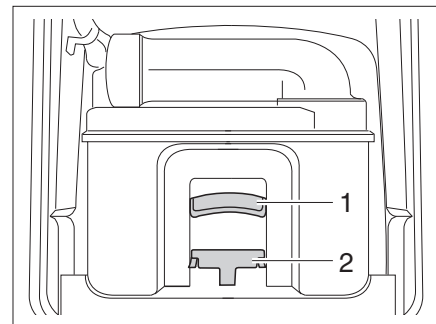

Fig. 103 Cassetta Thetford
- Tirare verso l'alto la staffa di supporto (Fig. 103,1) ed estrarre la cassetta Thetford (Fig. 103,2).